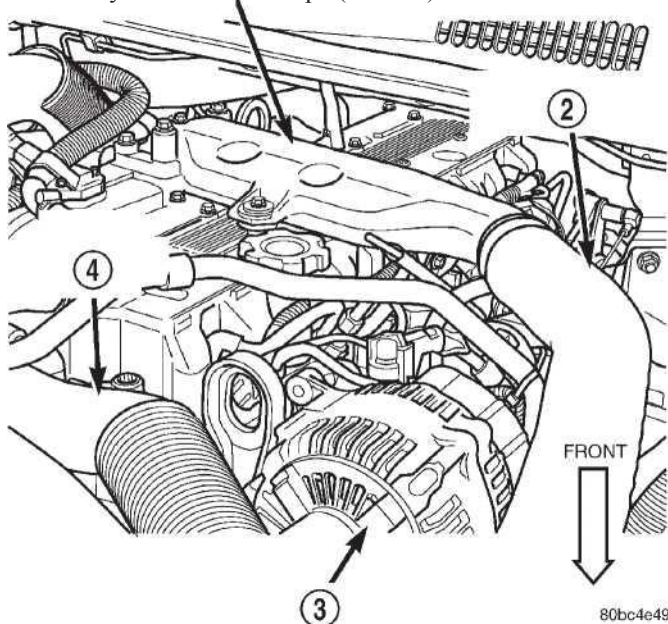
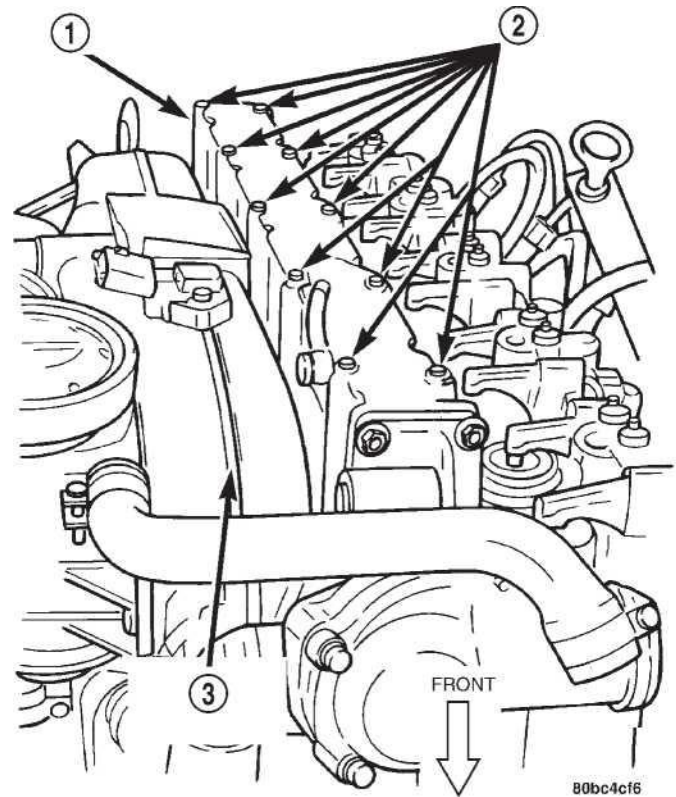

Рис. 53 Колено впускного коллектора
Рис. 54 Водный
(2) Дренируйте систему охлаждения. Обратитесь к Группе 7, Системе охлаждения для процедуры.
(3) Разрядите систему кондиционирования воздуха. Обратитесь к Группе 24, Нагреванию и Кондиционированию воздуха для процедуры.
(4) Удалите линии счета в компрессоре и крышке. Обратитесь к Группе 24, Нагреванию и Кондиционированию воздуха.
(5) Удалите кронштейн линии счета, прикрепленный к покрытию головки цилиндра, и отодвиньте линии счета от головки цилиндра.
(6) Демонтируйте шланг вентиляционного отверстия колена впускного коллектора (Рис. 53).
(7) Удалите колено впускного коллектора (Рис. 53).
(8) Удалите шланг воздухоочистителя из шланга турбокомпрессора и сапуна.
(9) Удалите верхний шланг радиатора и шланг восстановления хладагента.
(10) Демонтируйте водный коллектор (Рис. 54).